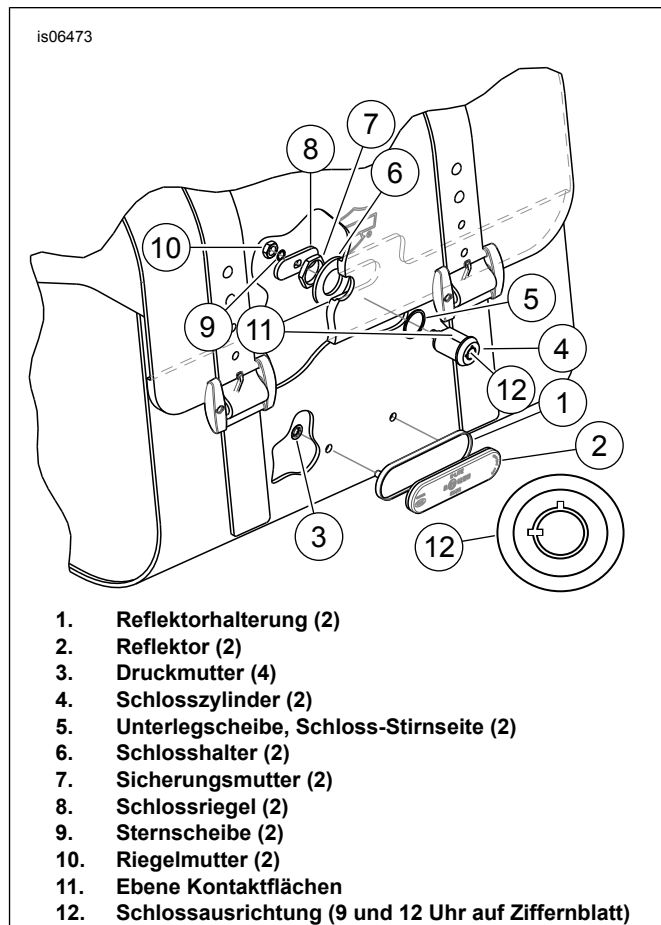

Abbildung 6. Reflektoren- und Schlossbaugruppen einbauen
1. Siehe Abbildung 6. Die Reflektorhalterung (1) in der Mitte der Satteltasche platzieren.
3. Die Oberfläche der Reflektorhalterung (1) mit einer Mischung aus 50–70 % Isopropylalkohol und 30–50 % destilliertem Wasser reinigen. Vollständig trocknen lassen.
4. Die Schutzfolie von der Klebstoffseite des Reflektors (2) abziehen. Den Reflektor vorsichtig auf die Reflektorhalterung aufsetzen. Fest in Position drücken. Den Reflektor mit konstantem Druck mindestens eine Minute lang andrücken.
6. Die Reflektorhalterung (1) mit zwei Druckmuttern (3) an der Satteltasche anbringen. Die Druckmuttern werden von der Innenseite der Satteltasche aus eingebaut.
3. Siehe Abbildung 6. Die Unterlegscheibe für die Schloss-Stirnseite (5) auf den Schlosszylinder (4) setzen.
4. Den Schlosszylinder so einbauen, dass sich die Schlüsselaussparungen auf der Stirnseite des Schlosses (12) in den Positionen 12 Uhr und 9 Uhr befinden. Den Schlosszylinder durch das Loch im Satteltaschendeckel einsetzen und die ebenen Flächen (11) von Schloss und Kunststoff-Deckelstützplatte ineinandergreifen lassen.
5. Den Schlosshalter (6) von der Innenseite des Satteltaschendeckels und über den Schlosszylinder einbauen.
7. Die Sicherungsmutter (7) von der Innenseite des Satteltaschendeckels einbauen und auf den Schlosszylinder drehen. Sicher anziehen.
8. Die Riegel Mutter (10) und die Sternscheibe (9) vom eingebauten Schlosszylinder (4) entfernen. Nicht die Nockenscheibe von der Rückseite des Schlosszylinders entfernen. Wenn die Nocke vom Schlosszylinder herunterfällt, muss sie korrekt wieder aufgesetzt werden. Bei korrekter Installation ist es möglich, den Schlüssel sowohl in geschlossener als auch in geöffneter Position abzuziehen. Die Nocke kann falsch eingebaut werden; daher muss die Ausrichtung vor Einbau des Riegels überprüft werden. Falls der Schlüssel in der geschlossenen und geöffneter Position nicht entfernt werden kann, die Nocke umdrehen und einbauen.
9. Den Schlossriegel (8) am Gewindezapfen des Schlosszylinders sowie eine Sternscheibe (9) und Riegel Mutter (10) einbauen. Die Riegel Mutter fest anziehen.